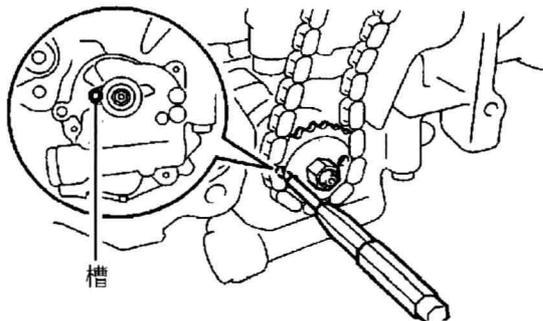

图 1-20 拆卸螺母
(2) 将一个直径为 4 mm 的专用锁止工具条插入机油泵驱动轴链轮的调节孔内，将齿轮锁止，然后拆卸螺母，如图 1-20 所示。